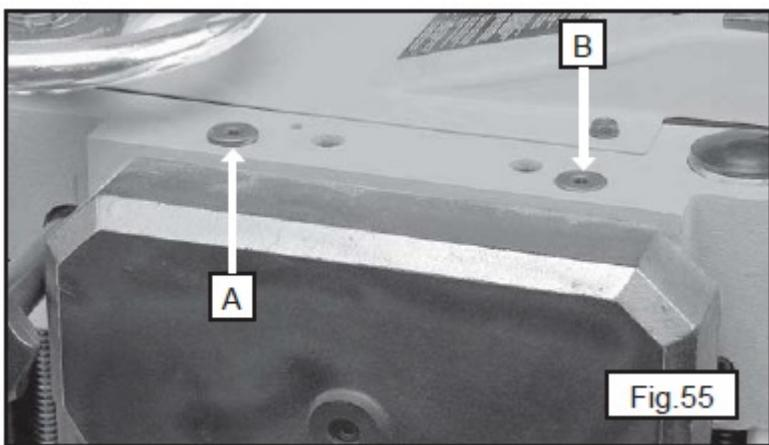

Рис. 55
Подающий и выводной ролики подпружинены. Натяжение должно быть достаточным для равномерной подачи заготовки без проскальзывания, но не должно быть слишком сильным, чтобы не повредить доску. Натяжение должно быть равным на обоих концах каждого ролика. Для регулировки натяжения пружины подающего ролика следует вращать два винта, один из которых показан на рис. (A), рис. 55. Другой винт расположен на противоположной стороне станка. Производить регулировку двумя винтами (A) до тех пор, пока не покажется четыре витка резьбы (4) над литьём стола. Может потребоваться дальнейшая регулировка натяжения. Для регулировки натяжения пружины выводного ролика повернуть два винта, один из которых показан на позиции (B), рис. 55. Другой винт расположен на противоположном конце стола. Производить регулировку двумя винтами (B) до тех пор, пока один виток резьбы не появится над литьём стола. Может потребоваться дальнейшая регулировка натяжения.